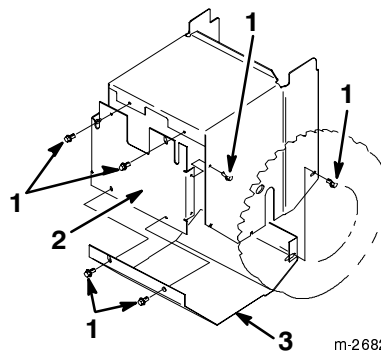

Figure 36
4. Enlevez les 8 vis de fixation des plaques de protection arrière et inférieure et déposez celles-ci (Fig. 36).